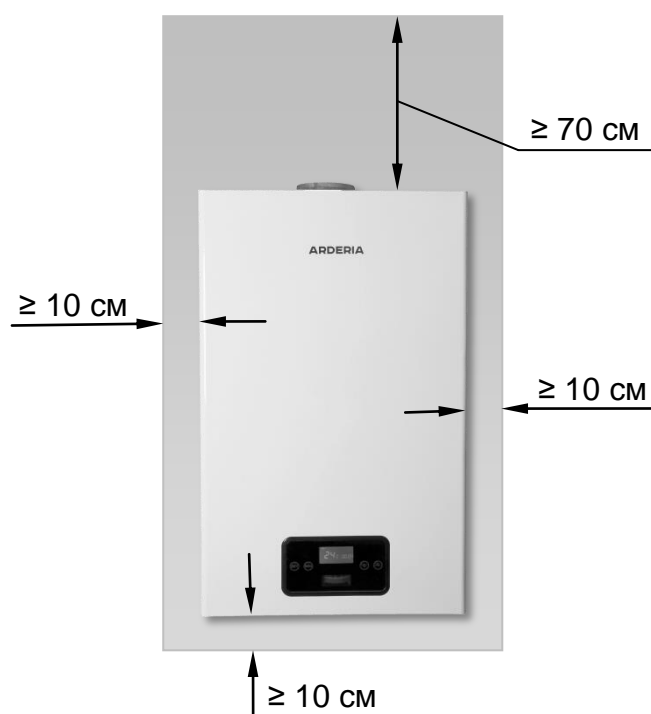

Рис. 10
- При монтаже котла на стену из трудносгораемых и сгораемых (слабогорючих и горючих) материалов, стена **должна быть** изолирована негорючими материалами (например: кровельной сталью по листу асбеста толщиной не менее 3 мм. или известковой штукатуркой толщиной не менее 10 мм) или экранами заводского изготовления. Указанное покрытие **должно выступать** за габариты корпуса котла не менее, чем на 10 см. и на 70 см. сверху (См. Рис. 10). При невозможности выдержать расстояние в 70 см. сверху, а так же при монтаже горизонтальной системы дымоудаления, **допускается** уменьшить его в многоквартирных жилых домах до 50 см., в квартирах многоквартирных домов до 10 см.